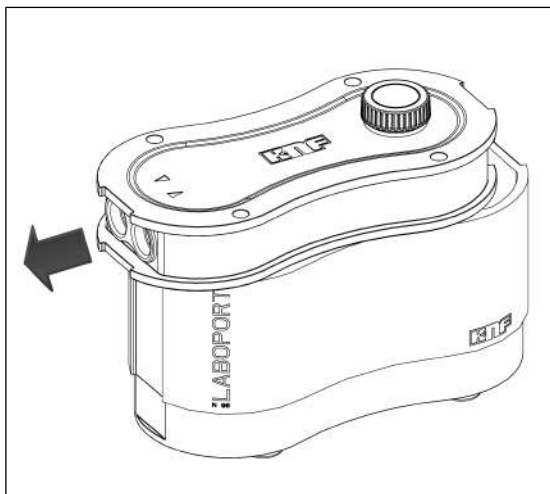

Рис. 9: Сдвиг крышки корпуса в сторону газовых патрубков (открытие насоса)
2. Сдвиньте крышку корпуса (2) в сторону газовых патрубков (см. Рис. 9).